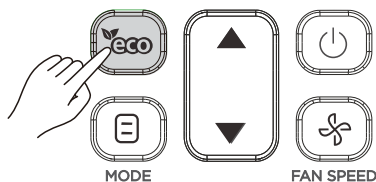

Figura 23
1. Presione (vea la Figura 23) para enviar la señal ECO a la unidad interior. Se muestra el icono .